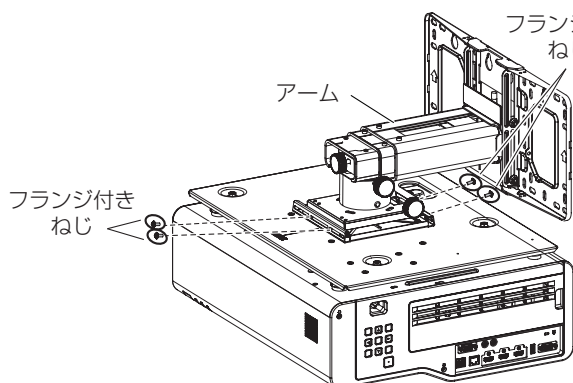

図 4
- 4) 取付用ベース金具を、付属のフランジ付きねじ (M4× 10) 4 本で壁掛取付金具本体に固定する (図 4)